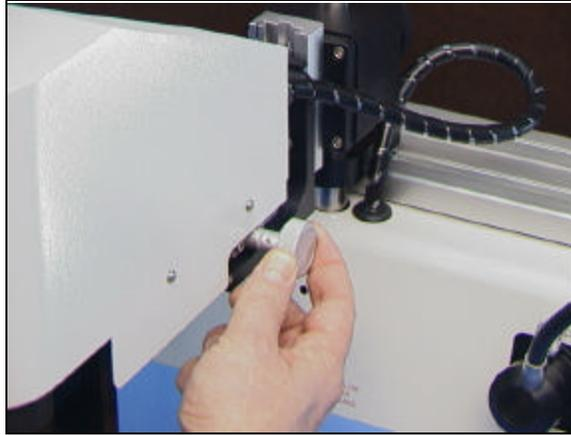

Abb. 18. Justierung für die Position der Kamerakopfbaugruppe
- j. Nachdem eine deutliche und scharfe Darstellung auf dem Bildschirm erzielt wurde, verwenden Sie die Justierung für die Kamerakopfposition (siehe Abb. 18), um die starre Sonde entlang der gesamten Länge der zu überprüfenden Komponente zu verschieben.